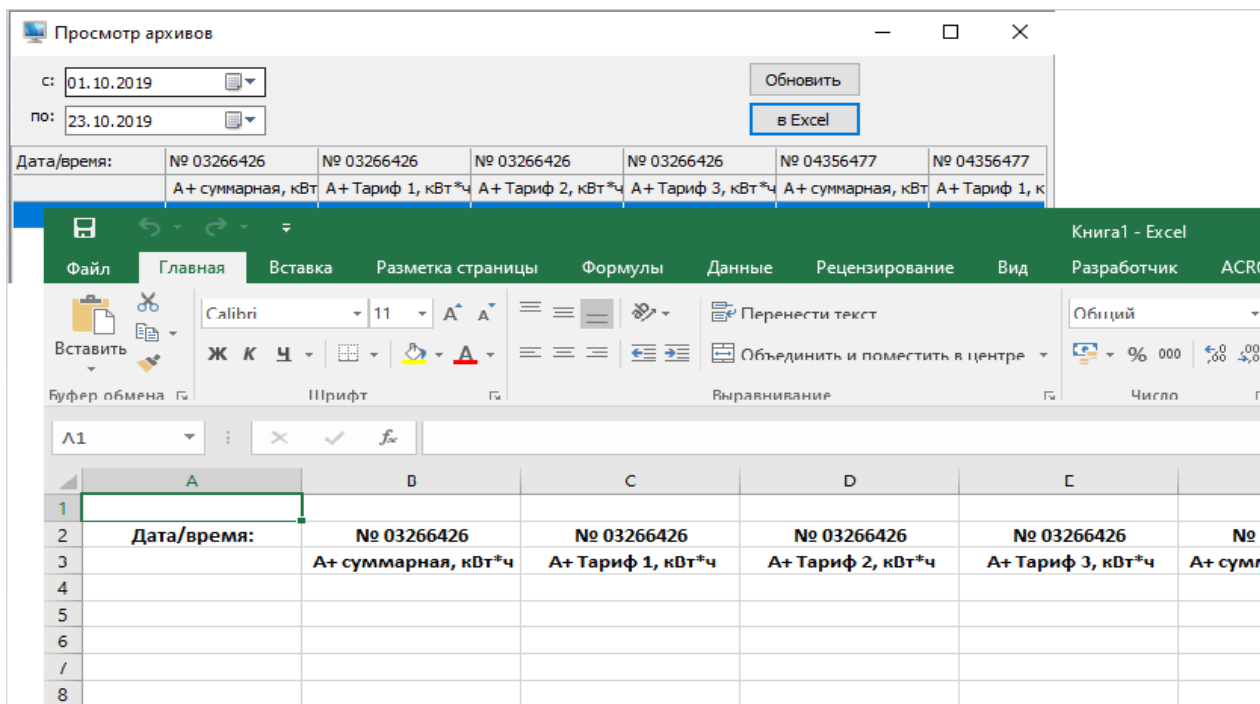

Рисунок 29. Просмотр архивов.
10.2 В открывшемся окне «Просмотр архивов», Рисунок 29, установить временной диапазон просмотра, нажать кнопку «Обновить».